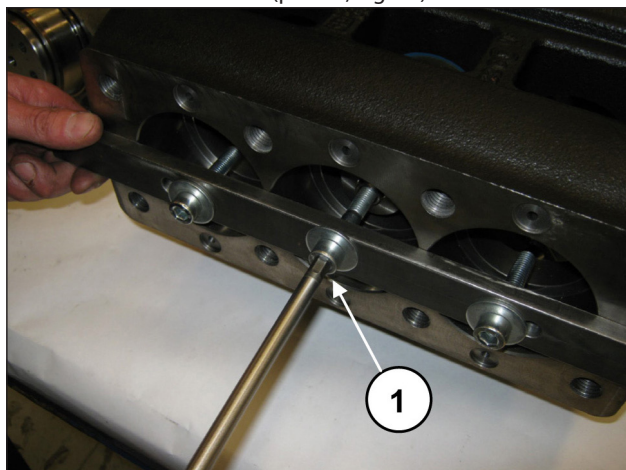
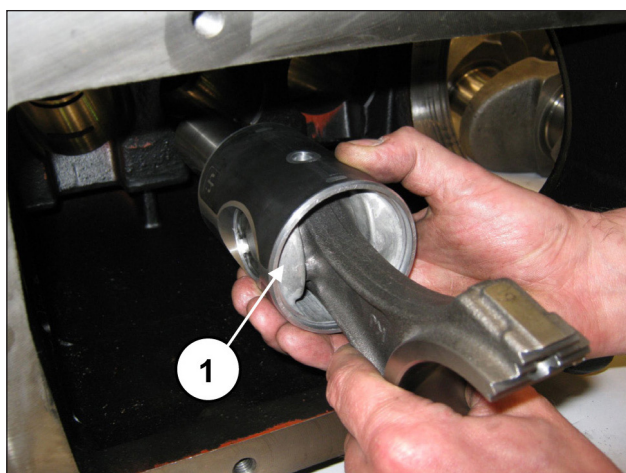

Fig. 32
Fig. 33
Comece a desapertar os parafusos do equipamento cód. 27566200 para desbloquear as bielas (pos. ①, Fig. 32) e, em seguida, extraia os conjuntos de biela-guia do pistão da abertura traseira do cárter (pos. ①, Fig. 33).
Depois de ter verificado a limpeza correta do cárter, insira o conjunto da semi-biela de guia do pistão no interior dos canos do cárter (pos. ①, Fig. 33).
Bloqueie os três grupos usando a ferramenta própria cód. 27566200 (pos. ①, Fig. 32).
Retire a ferramenta para bloqueio das bielas cód. 27566200 (pos. ①, Fig. 32).